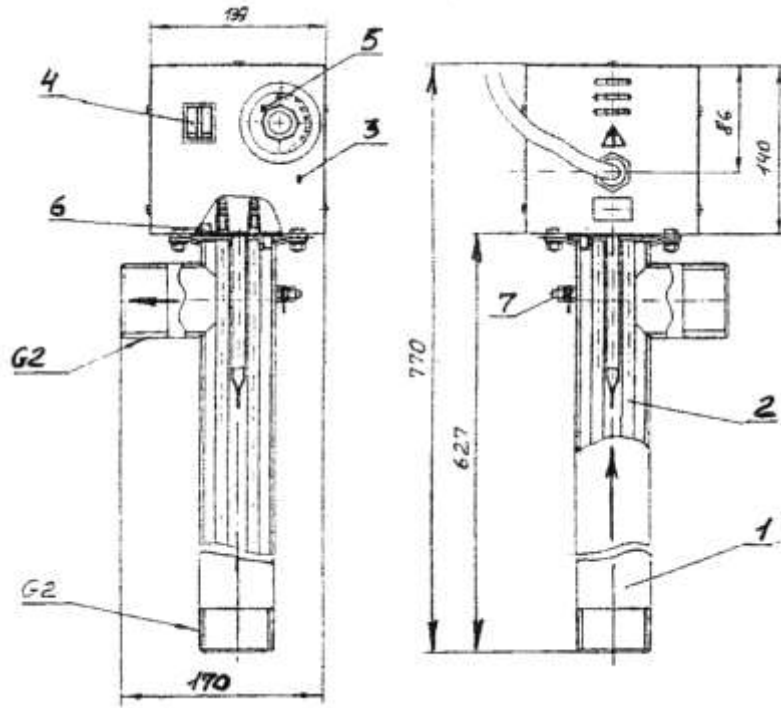
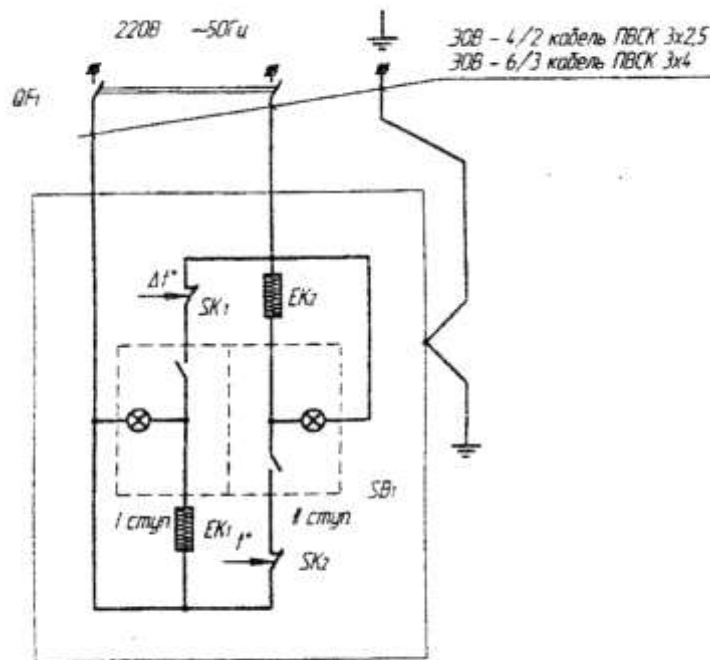
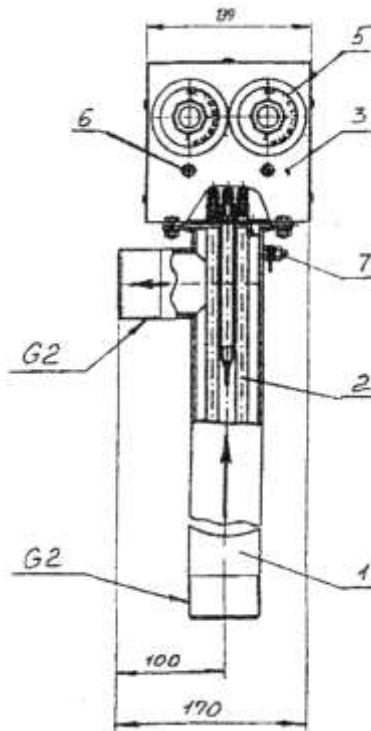

Рис. 1. Электрокотел отопительный водогрейный ЭОВ-4/2, ЭОВ-6/3
Рис. 2. Электрокотел отопительный водогрейный ЭОВ-4/2, ЭОВ-6/3
Рис. 3. Электрокотел отопительный водогрейный ЭОВ-9/4,5
5.1 Устройство электрокотла показано на рис.1, принципиальная электрическая схема электрокотлов ЭОВ-4/2, ЭОВ-6/3 - на рис. 2, электрокотла ЭОВ-9/4,5- на рис.3.